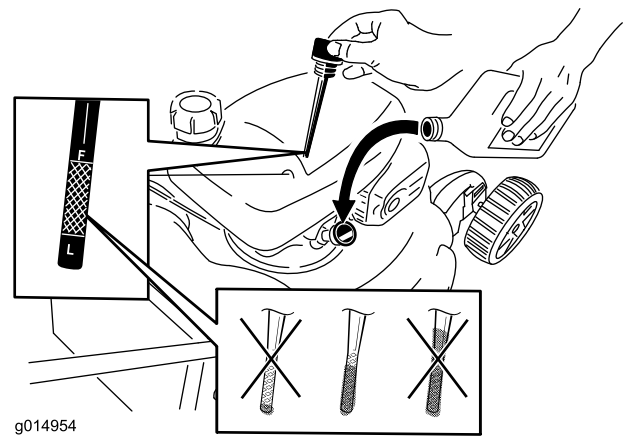

Figure 10
2. Ressortez la jauge et vérifiez le niveau d'huile (Figure 10). Si le niveau n'atteint pas le repère minimum (**Add**) sur la jauge, versez **lentement** suffisamment d'huile dans le tube de remplissage pour faire monter le niveau jusqu'au repère maximum (**Full**). **Ne remplissez pas excessivement.** (Niveau max. : 0,55 l, type : **Huile automobile SAE 30** de classe de service API SL, SM ou supérieure. À défaut d'huile SAE 30, de l'huile SAE 10W30 peut être utilisée).
1. Retirez la jauge, essuyez-la sur un chiffon et remettez-la dans le tube de remplissage (Figure 10).